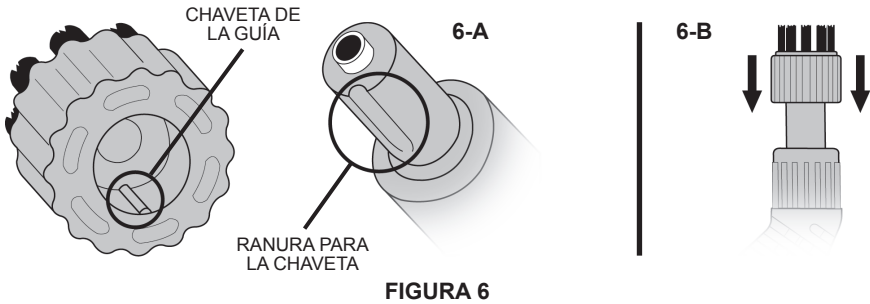

FIGURA 6
NOTA: El Cepillo Secundario de Nylon y el Cepillo Secundario de metal se conectan de la misma manera. El cepillo secundario de nylon se ilustra en la FIGURA 6 como ejemplo.
1. Alinee el Cepillo Secundario seleccionado con la Boquilla de Chorro. La llave guía del interior del Cepillo Secundario debe alinearse con la ranura de llave de la punta de la Boquilla de Chorro (FIGURA 6-A).
2. Presione firmemente el Cepillo Secundario hacia la Boquilla de Chorro (FIGURA 6-B).